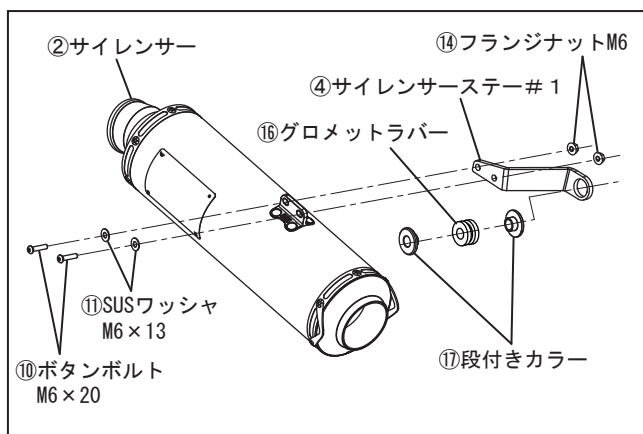

FIG. 9
8. ④サイレンサーステー#1に⑬グロメットラバーと⑦段付きカラーを取り付けて下さい。次に、②サイレンサーに④サイレンサーステー#1を⑩ボタンボルトM6×20と⑪SUSワッシャM6×13、⑭フランジナットM6を使用して仮締めして下さい。(FIG. 9, 10 参照)